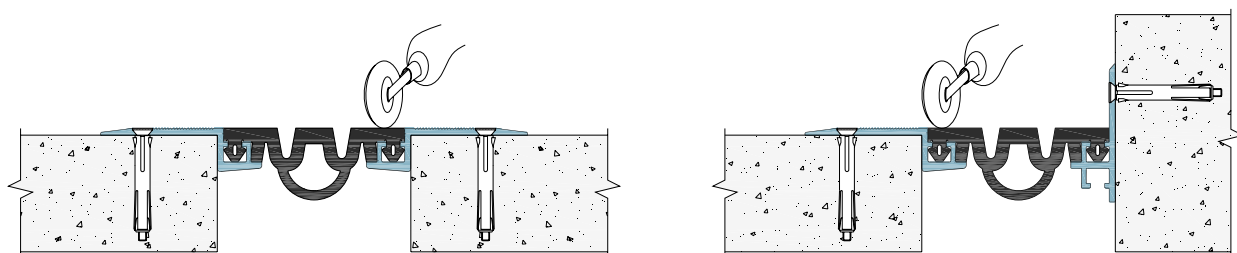

Рисунок 3 Установка уплотнителя
- 5 Удалите временные шаблоны (отрезки профилей). Вдавливайте уплотнитель в посадочные места алюминиевых профилей до тех пор, пока уплотнение не окажется вровень с верхними краями алюминиевых профилей (Рисунок 3). Если отделочные работы еще не закончены рекомендуется защитить профиль клейкой лентой.